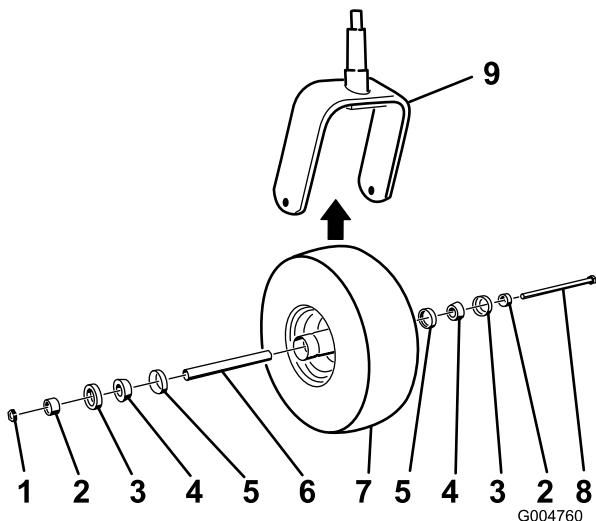

Figura 53
2. Retire la contratuerca del perno que sujeta el conjunto de la rueda giratoria en la horquilla (Figura 53).
5. Ensamble la rueda giratoria presionando los cojinetes cónicos y las juntas, llenos de grasa, sobre el cubo de la rueda, según se muestra en Figura 53.